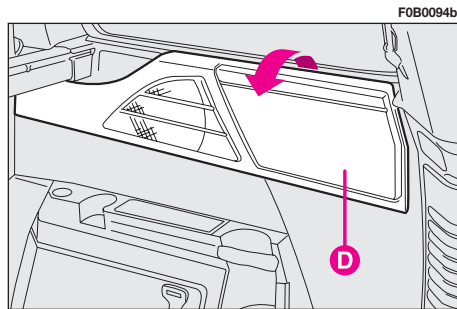

fig. 127
– compartiments porte-documents **D**-fig. 127 dans les panneaux latéraux troisième rangée (pour versions/marchés, où il est prévu). Pour les utiliser, agir dans le sens indiqué par la flèche.